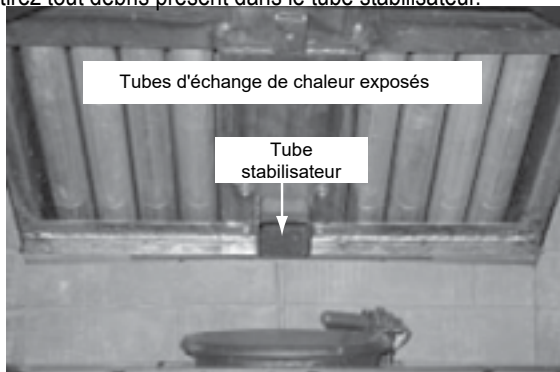

Figure 21.1
- a. Utilisez un aspirateur industriel pour aspirer les cendres volantes et la suie des tubes d'échange de chaleur et de la zone de la boîte à feu (Figure 21.1).